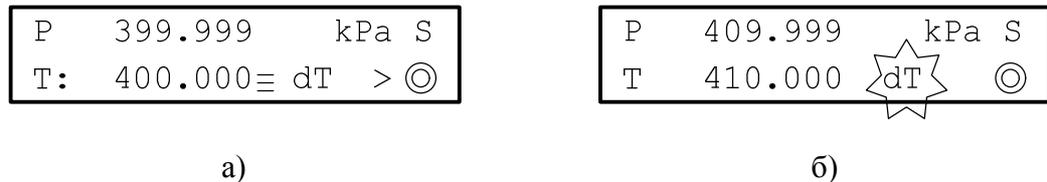
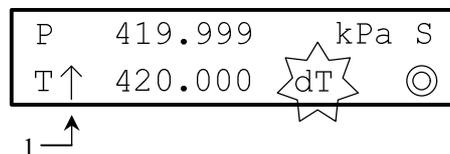

Рисунок 2.6.2
Рисунок 2.6.3
Рабочее окно при установленном ненулевом шаге имеет вид, изображенный на рис. 2.6.2. При этом на экране присутствуют символы «dT» и «>».
Нажатие кнопки ▶ (либо ) запускает режим пошагового изменения уставки, при этом начинает мигать символ «dT» (рис. 2.6.2, б). Кнопками ▲, ▼ (либо ) осуществляется, соответственно, увеличение или уменьшение значения уставки на величину шага. При удержании кнопки ▲, либо ▼ более 2 секунд запускается режим автоматического посекундного изменения уставки на величину шага, при этом на экране появляется символ (1) (рис. 2.6.3) («↑» — при увеличении, либо «↓» — при уменьшении значения уставки).